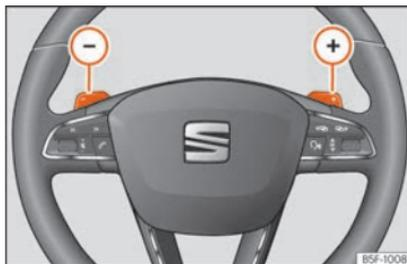

Fig. 243 Volante com duas patilhas para o Tiptronic.
- No programa de condução D ou S, acione as patilhas do volante » **Fig. 243**.
- Puxe a patilha direita **+** » **Fig. 243** para o volante para engatar uma mudança mais alta.
- Puxe a patilha esquerda **-** » **Fig. 243** para o volante para reduzir.
- **OU:** reduza com as patilhas do volante »» Fig. 243 »» Página 267.